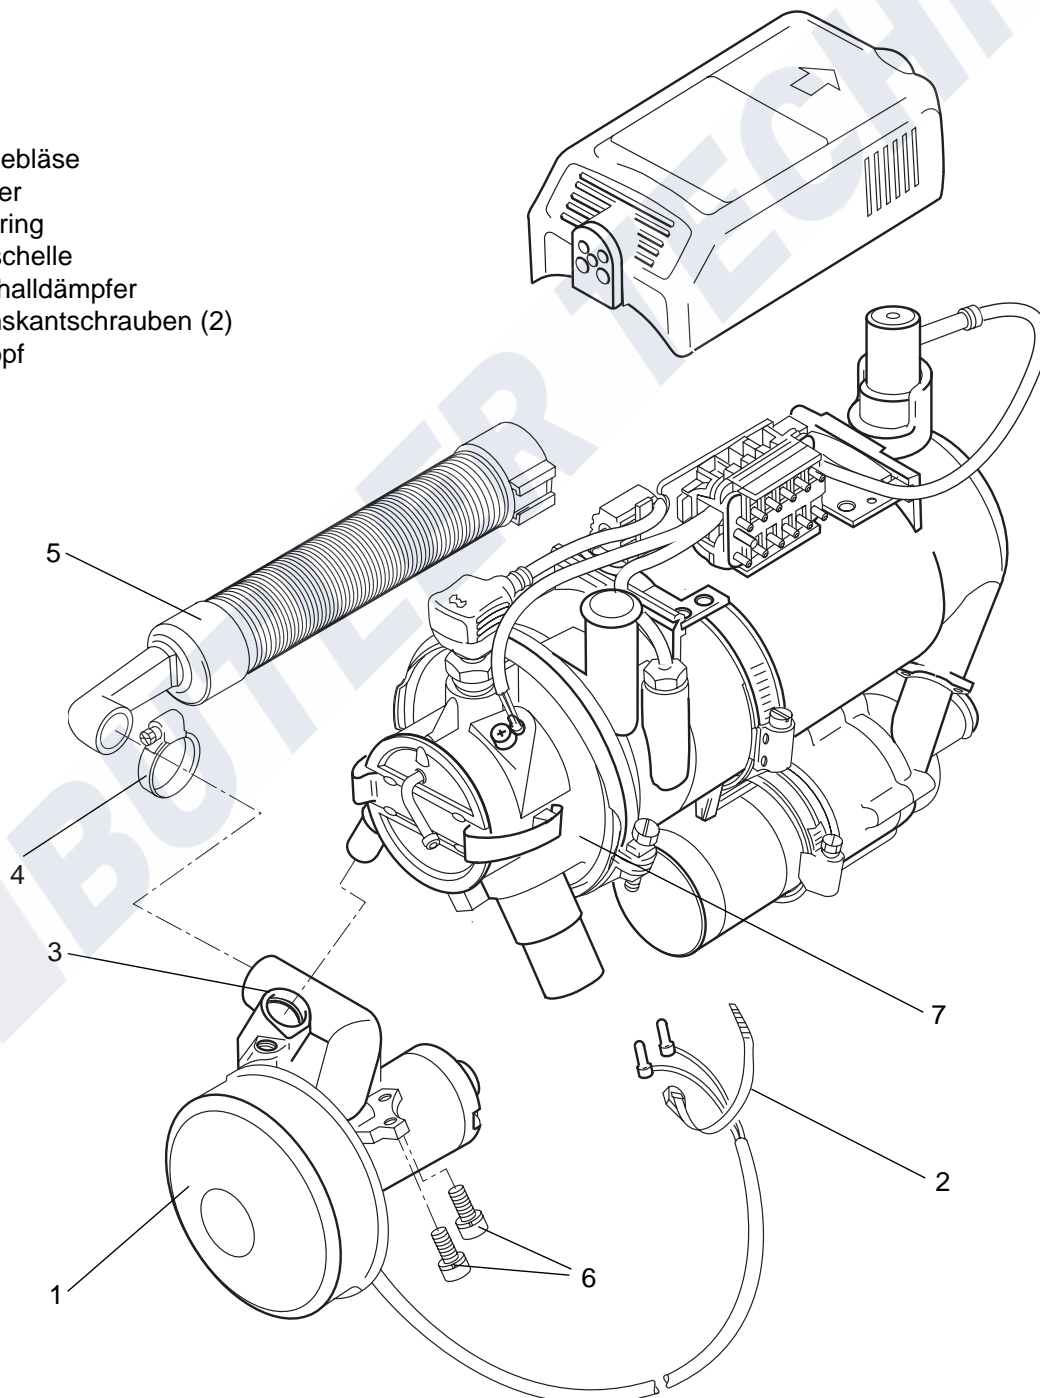

Abb. 904 Wechsel des Brennluftgebläses
3. Schlauchschelle (4, Abb. 904) am Ansaugschalldämpfer (5) lösen.
4. Innensechskantschrauben (6) lösen.
5. Brennluftgebläse (1) aus dem Ansaugschalldämpfer (5) und Brennerkopf (7) herausziehen entfernen.
1. Brennluftgebläse (1, Abb. 904) in Zusammenbau- lage bringen und in den Ansaugschalldämpfer (5) und Brennerkopf (7) schieben.
2. Innensechskantschrauben (6) in den Brennerkopf schrauben und mit 4,5 Nm anziehen.
3. Schlauchschelle (4) am Ansaugschalldämpfer (5) festziehen.
5. Kabel mit Kabelbinder (2) sichern.